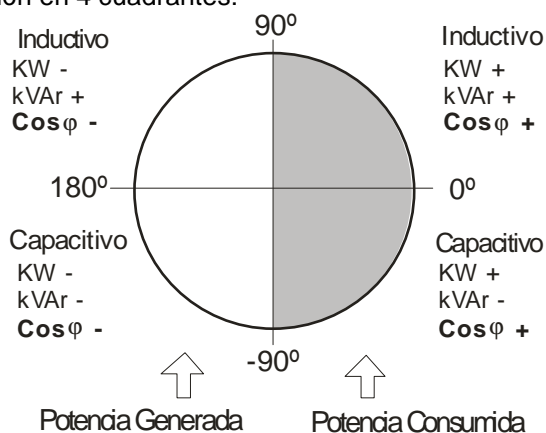

Fig. 3.1.- Signos en las medidas de 4 cuadrantes
- Control en cuatro cuadrantes (ver fig.3.1), con indicación de los escalones conectados, indicación de  $\cos \phi$ , tipo de potencia reactiva (inductiva  $\sim$  o capacitiva  $\cap$ ), e indicación si la instalación está importando o exportando (icono EXPORT) energía.